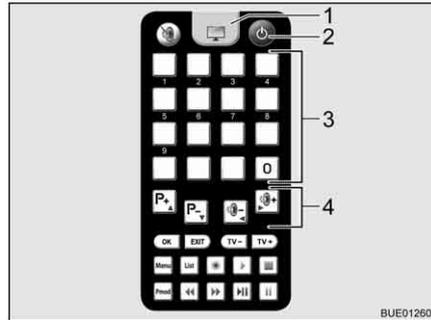

Fig. 22 Telecomando
- Premere il tasto "⏻" (Fig. 22,2) sul telecomando. L'antenna satellitare si riposiziona sulla modalità di ricerca dalla posizione di sosta. Quando l'impianto trova il satellite viene emesso un segnale acustico.
- Regolare l'emittente desiderata con i tasti memoria (Fig. 22,3) o i tasti funzione (Fig. 22,4).